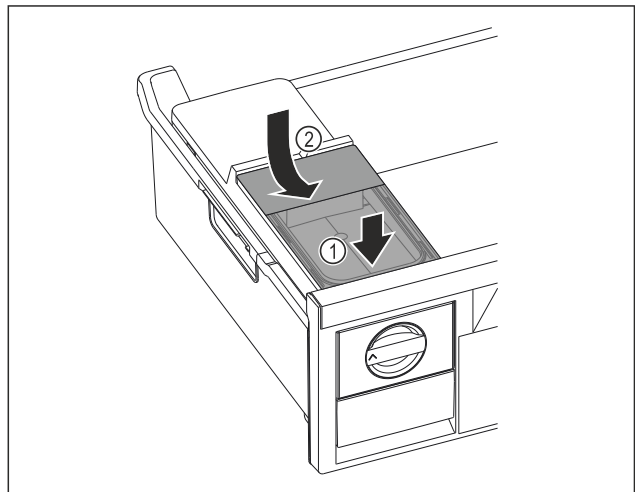

Fig. 125
- ▶ Помістити бак для води спереду. Fig. 125 (1)
- ▶ Опустити бак для води ззаду. Fig. 125 (2)